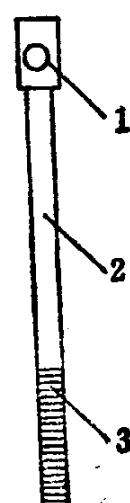

图5 拉杆
(1) 拉杆：拉杆如图5所示，由U型轴槽、杆体(包括螺纹杆)、以及轴销组成。